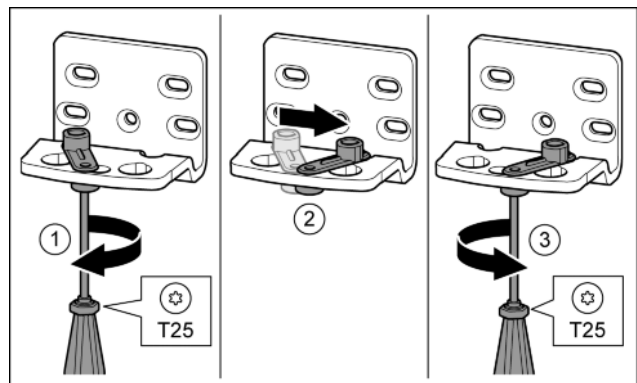

Fig. 13
- ▶ Šroubovákem T25 volně přišroubujte šroub. Fig. 13 (1)
- ▶ Zvedněte pomůcku zavírání dveří a v otvoru ji otočte o 90° doprava. Fig. 13 (2)
- ▶ Šroubovákem T25 šroub pevně utáhněte. Fig. 13 (3)